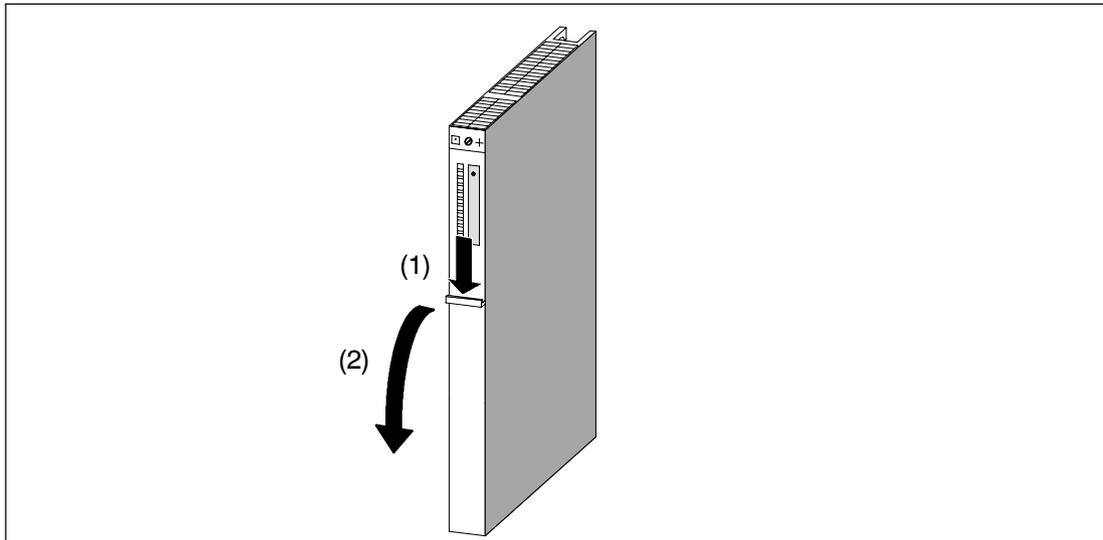

Figura 2-3 Rimozione del coperchio di protezione
2. Togliere, se presente, il coperchio di protezione dell'unità (vedere la figura 2-3).